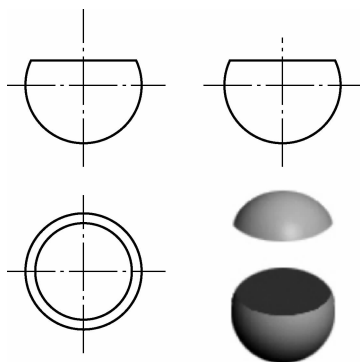

图 1-3-14 截平面为水平面
①当截平面为投影面的平行面时,截交线在视图中的投影反映为圆的实形,其他两面投影都积聚为直线 m ,长度为圆的直径,如图 1-3-14 所示。
②当截平面处于投影面的垂直面时,截交线在其余两个视图中的投影反映为圆的类似形。